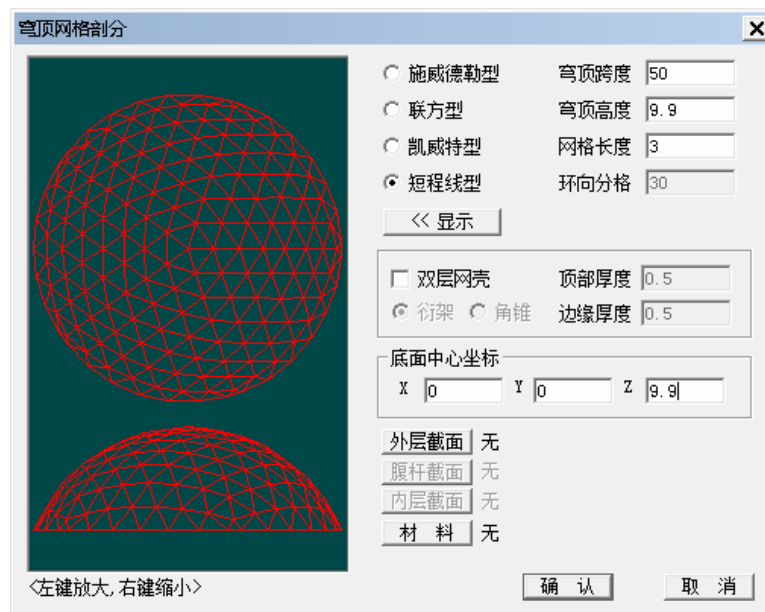

图 9. 穹顶的参数设置
6. 在输入穹顶之前，整个模型绕建筑物轴心逆时针转 9°。然后，穹顶用 STRAT 软件参数化建模的工具，在文件菜单中选择接口输入，导入穹顶模型。如图 9 所示，选择短程线型，50 米跨度，9.9 米高度，网格 3 米长度，坐标(0,0,9.9)。这样如图 2 所示的模型就建好了。